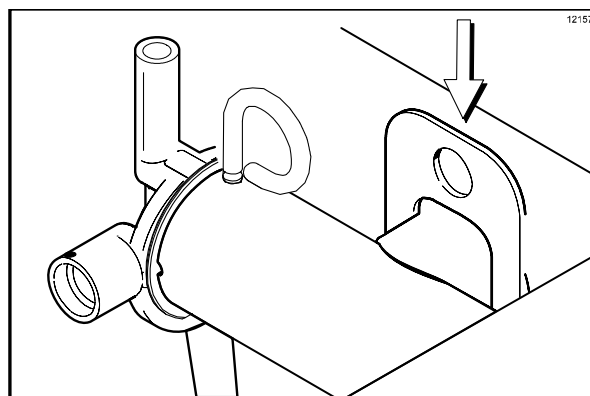

Figura 162
3. Instale o conjunto da bomba na parte posterior do reservatório de mix. Para posicionar a bomba no cubo de transmissão, alinhe o orifício de transmissão no pistão com a manivela do eixo de transmissão. Prenda a bomba no lugar, colocando o clipe sobre o encaixe da mesma e certificando-se de que o clipe se encaixa nos canais do cilindro. (Veja a Figura 162.)